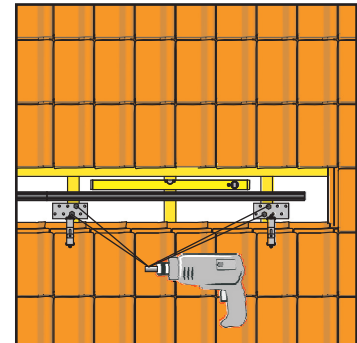

Bild 3-7 Aufdachhaken mit mindestens zwei Schrauben auf Dachsparren festschrauben
- Jeden Aufdachhaken (EKSFIXAD, EKSFIXADP) mit mindestens zwei der mitgelieferten Holzschrauben auf den Dachsparren befestigen (Bild 3-7), dazu mit Spiralbohrer $\varnothing$ 6 mm vorbohren.